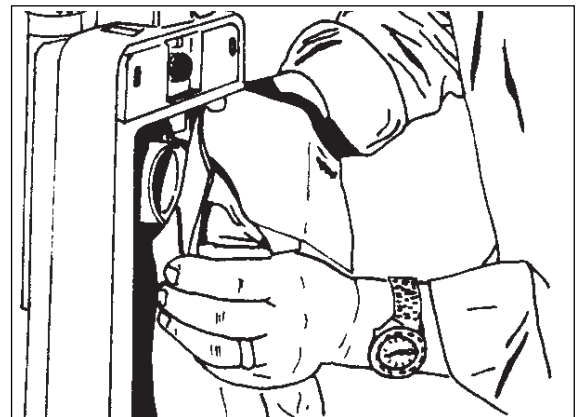

Figura 4
- c. Ponga la abertura de la entrada de cartón por encima del adaptador de la bolsa. Consulte la figura 4.